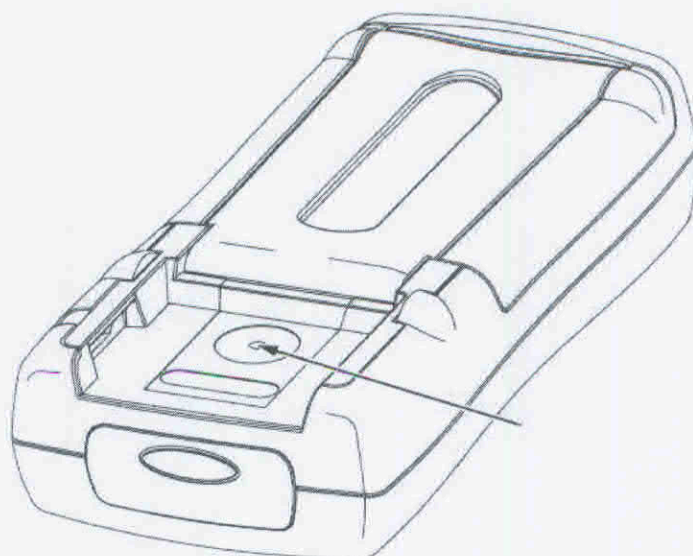

Рисунок 1 – Расположение кнопки активации режима подстройки
9.2.1 Для активации режима подстройки используется специальная кнопка, расположенная на обратной стороне прибора под калибровочным клеймом (см. рисунок 1 и руководство пользователя).